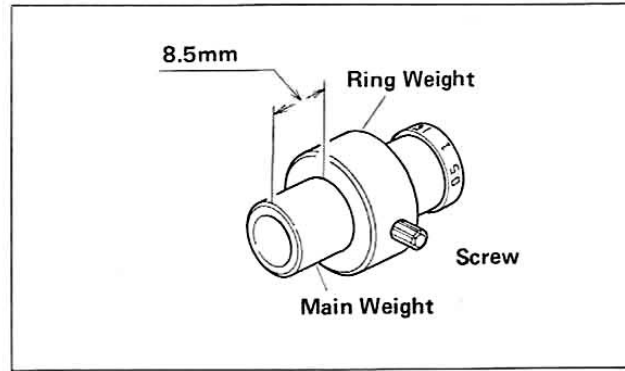

Fig. 2
3. Ring weight — loosen the ring weight screw, slide the ring weight onto the rear of the tone arm 8.5 mm (2,7/8 in.) as shown in fig. 2.
3. Gegengewicht — Die Gegengewichtsschraube lockern und das Gegengewicht auf den rückwärtigen Dorn des Tonarms 8,5 mm aufschrauben (fig. 2).
3. Contrepoids annulaire — Desserrer la vis du contrepoids, glisser le contrepoids annulaire sur la partie arrière du bras acoustique de 8,5 mm comme il est montré à la fig. 2.
3. Peso ad anello — allentare la vite del peso ad anello, farlo scivolare verso la parte posteriore del braccetto (8,5mm) come mostrato nella fig. 2.